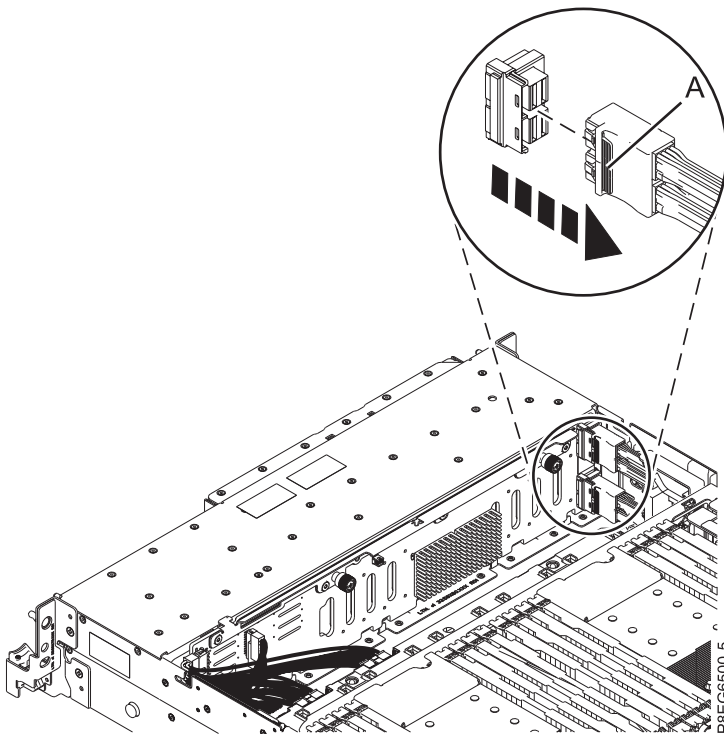

Abbildung 1. Vorderes SAS-Kabel herausziehen
6. Drücken Sie auf die Steckersperre (**A**) und ziehen Sie die vorderen SAS-Kabel, die am SAS-RAID-Adapter angeschlossen sind und im Schritt 5 ermittelt wurden, aus der Rückwandplatine des Plattenlaufwerks heraus. Lassen Sie das andere Ende dieser Kabel im SAS-RAID-Adapter stecken, bis Sie aufgefordert werden, es zu entfernen. Siehe Abb. 1.